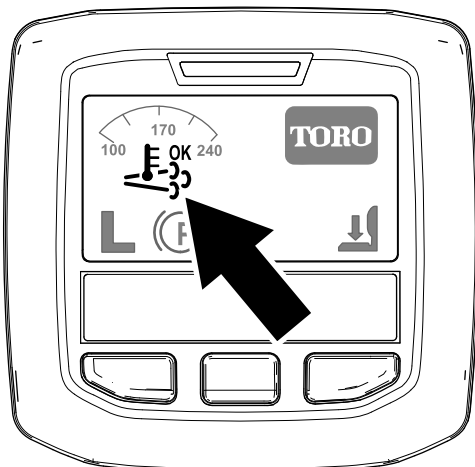

図 32
- インフォセンターに、アシスト/リセット再生アイコンが表示されます 図 32。